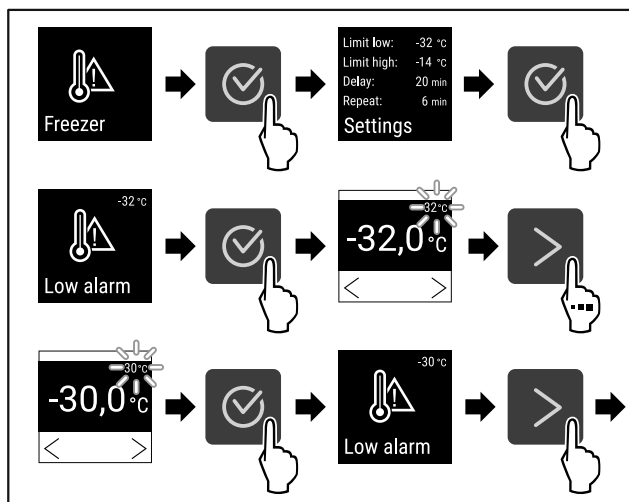

Fig. 131
- ▶ Stappen (zie Fig. 131) uitvoeren.